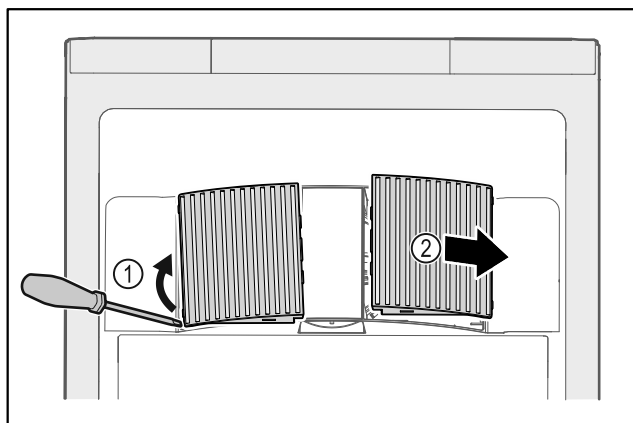

Fig. 161
- ▶ Lirk forsigtigt ventilatorafdækningerne ud fra siden Fig. 161 (1), og tag dem af forfra Fig. 161 (2).